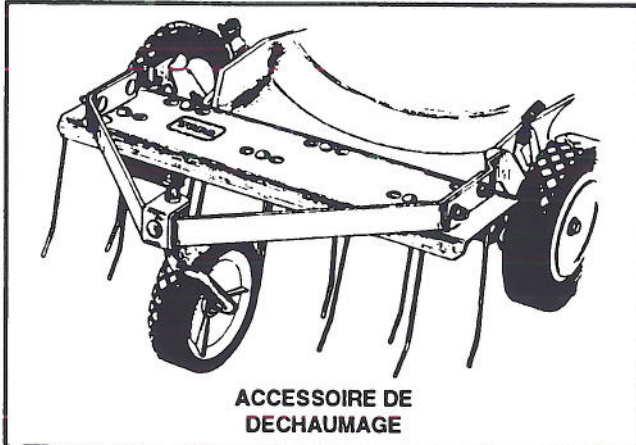

Figure 23
1. Déchaumeur (modèle 59131) – S'installe en quelques minutes à l'avant de la tondeuse afin de faciliter les manoeuvres. Des fourches à ressort désagrègent le chaume afin de permettre une bonne aspiration dans le sac à herbe (fig. 23) et donc un enlèvement pratique.